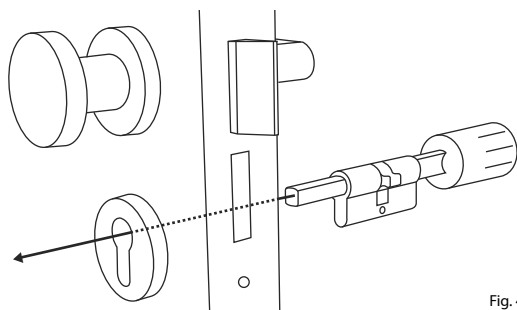

Fig. 4
- ④ Glissez le cylindre depuis la face intérieure de la porte dans la serrure encastrée de la porte (Fig. 4).